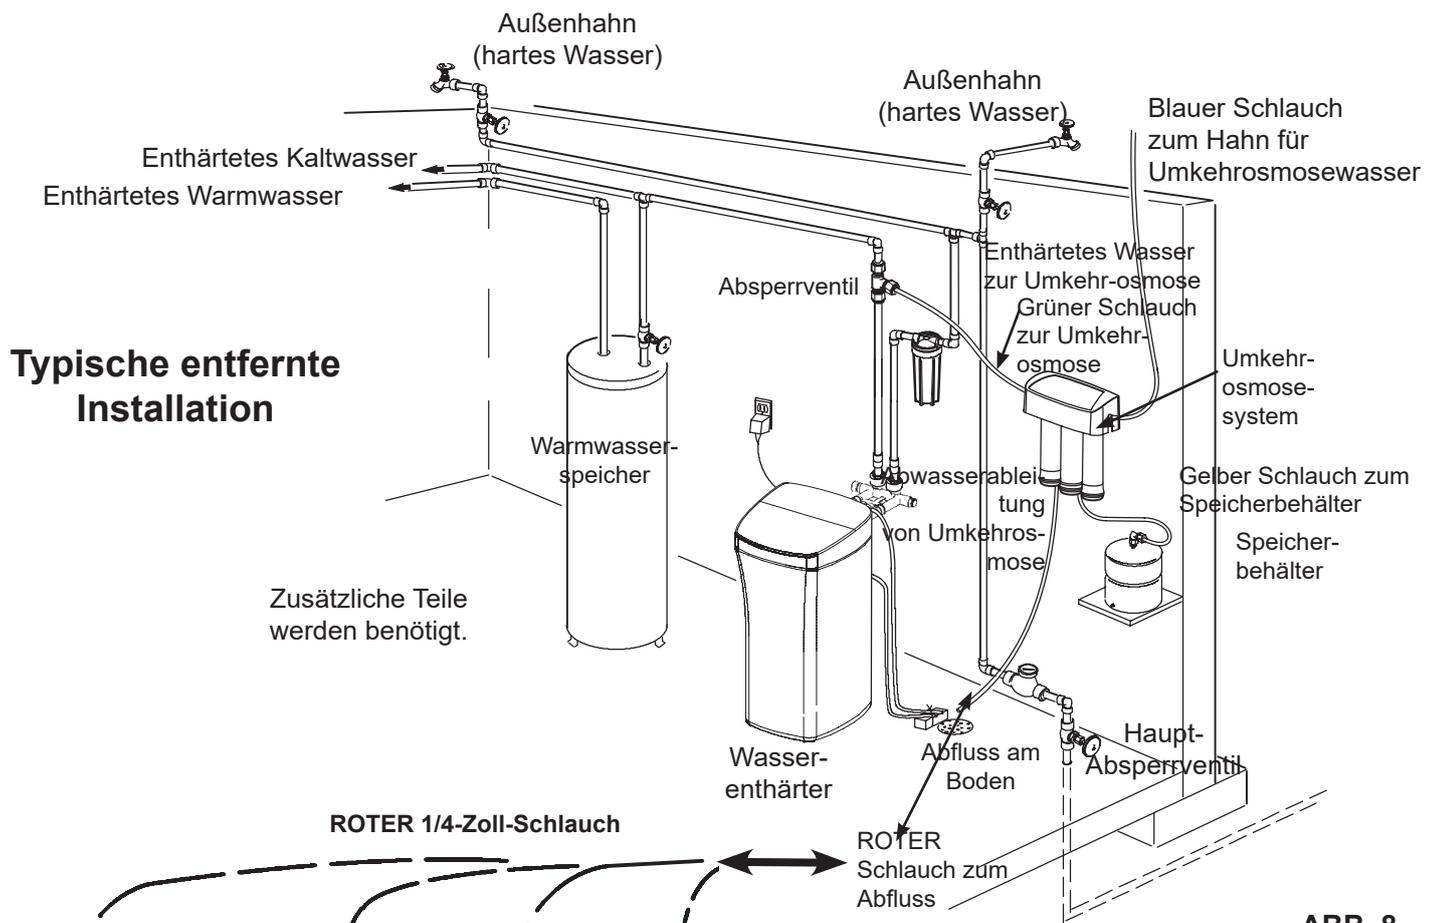

ABB. 8
- Verwendung eines anderen Abflusses der Wohnung (siehe Abb. 8 und 9), was meist bei entfernt installierten Anlagen erfolgt. Die von der Umkehrosmose kommende Abwasserleitung führt direkt in die Kanalisation. Siehe Abb. 8 und 9.
1. Den roten 1/4-Zoll-Schlauch vom Umkehrosmosesystem auffinden. Siehe Abb. 8.